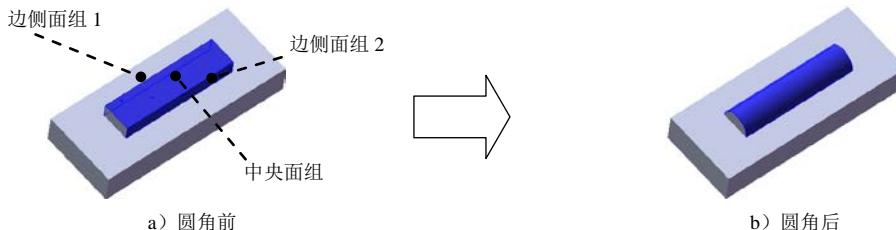

图 7.8 圆角 1
- (3) 定义拉伸深度属性。
- ① 定义深度方向。采用系统默认的深度方向。
- ② 定义深度类型和深度值。在 **方向1** 区域的 **下拉列表** 中选择 **给定深度** 选项，在 **文本框** 中输入深度值 1.5。选中 **合并结果(M)** 复选框。
- (4) 单击 按钮，完成凸台一拉伸 2 的创建。
Step4. 创建图 7.8 所示的圆角 1。
(1) 选择命令。选择下拉菜单 **插入(I)** → **特征(E)** → **圆角(U)...** 命令 (或单击  按钮), 系统弹出“圆角”对话框。
(2) 定义圆角类型。在 **圆角类型(Y)** 区域选中 **完整圆角(E)** 复选框。
(3) 定义圆角对象。